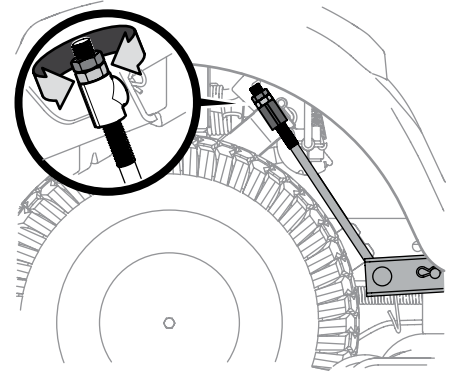

Figura 4-5
3. Debajo de los guardabarros traseros dentro de las ruedas hay una varilla de ajuste de elevación para cada lado de la plataforma. Vea la Figura 4-5.